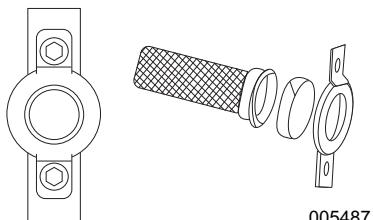

Figure 4-8. Écran du pare-étincelles
1. Voir **Figure 4-8**. Retirez la bride afin de pouvoir retirer la bague d'arrêt.